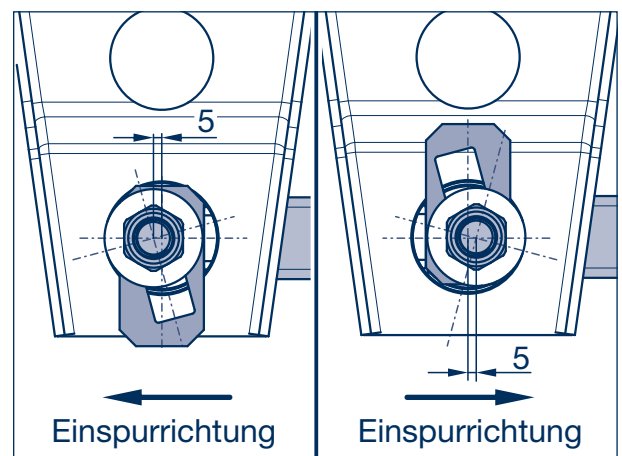

Bild 9
- [5] Zur Korrektur die Sicherungsmuttern (1168, SW 36) an den Spurstangen (1100) etwas lösen und die Kulissenscheibe (1161) beidseitig, je nach Einspurrichtung, nach oben bzw. nach unten gleichmäßig mit leichten Hammerschlägen verschieben (Bild 9).